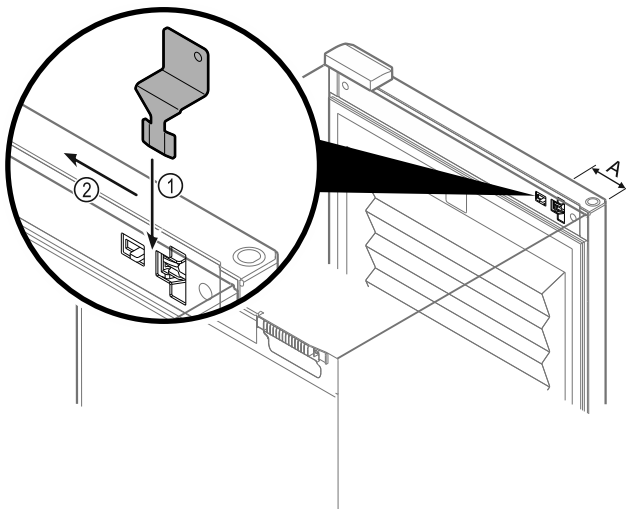

Fig. 106
- Laikykite avarinio atrakinimo raktą nurodytoje vietoje Fig. 106 (A) ≈ 100mm.
- Įkiškite avarinio atrakinimo raktą tarp durų ir prietaiso korpuso iš viršaus iki galo Fig. 106 (1).
- Patraukite avarinio atrakinimo raktą lankstų pusės kryptimi Fig. 106 (2).